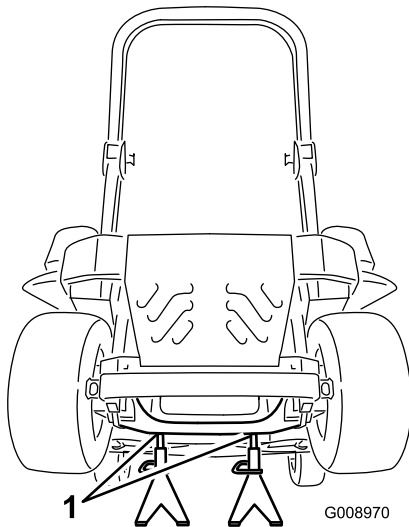

Figure 93
3. Soulevez la machine sur des chandelles (Figure 93).
9. Retirez les chandelles et abaissez la machine (Figure 93).